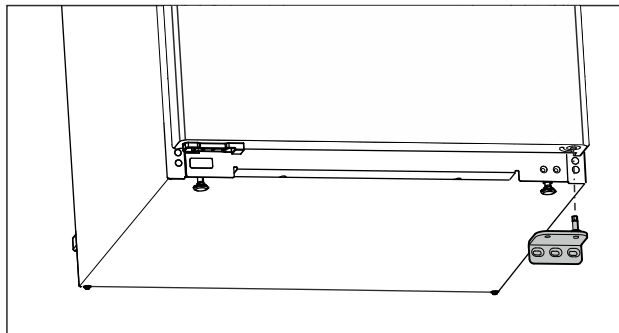

Fig. 12
- ▶ Hiqni nga poshtë bazamentin mbështetës. (shihni Fig. 12)